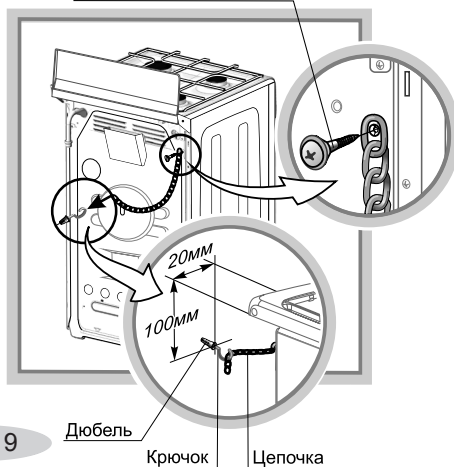

Рис. 9
Разметка для монтажа предохранительной цепочки в плитах показана на рис. 9.
- Установить плиту на рабочее место и произвести разметку отверстия под дюбель согласно рис. 9.